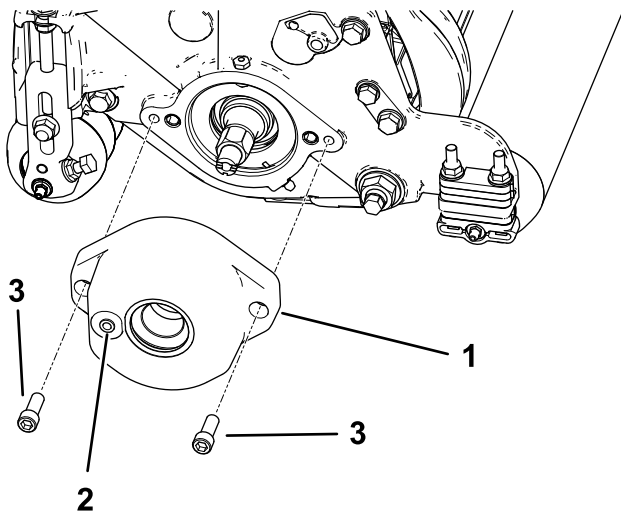

图 4
2. 仅限型号 03408 用 2 个六角螺栓 $\frac{3}{8}$ x 1 英寸将滚筒刷架安装到滚刀轴承座上请参阅 图 4。